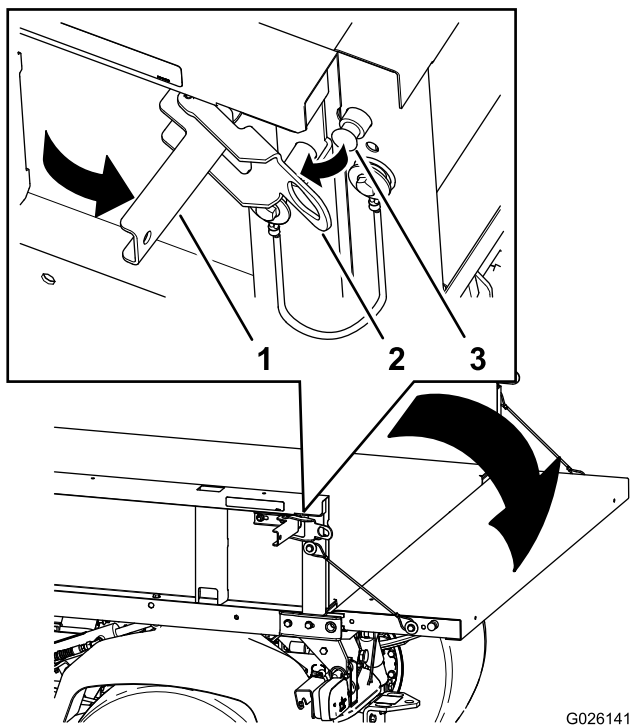

Figura 19
2. Abra los enganches de los lados izquierdo y derecho de la caja de carga (Figura 19), y baje el portón trasero.